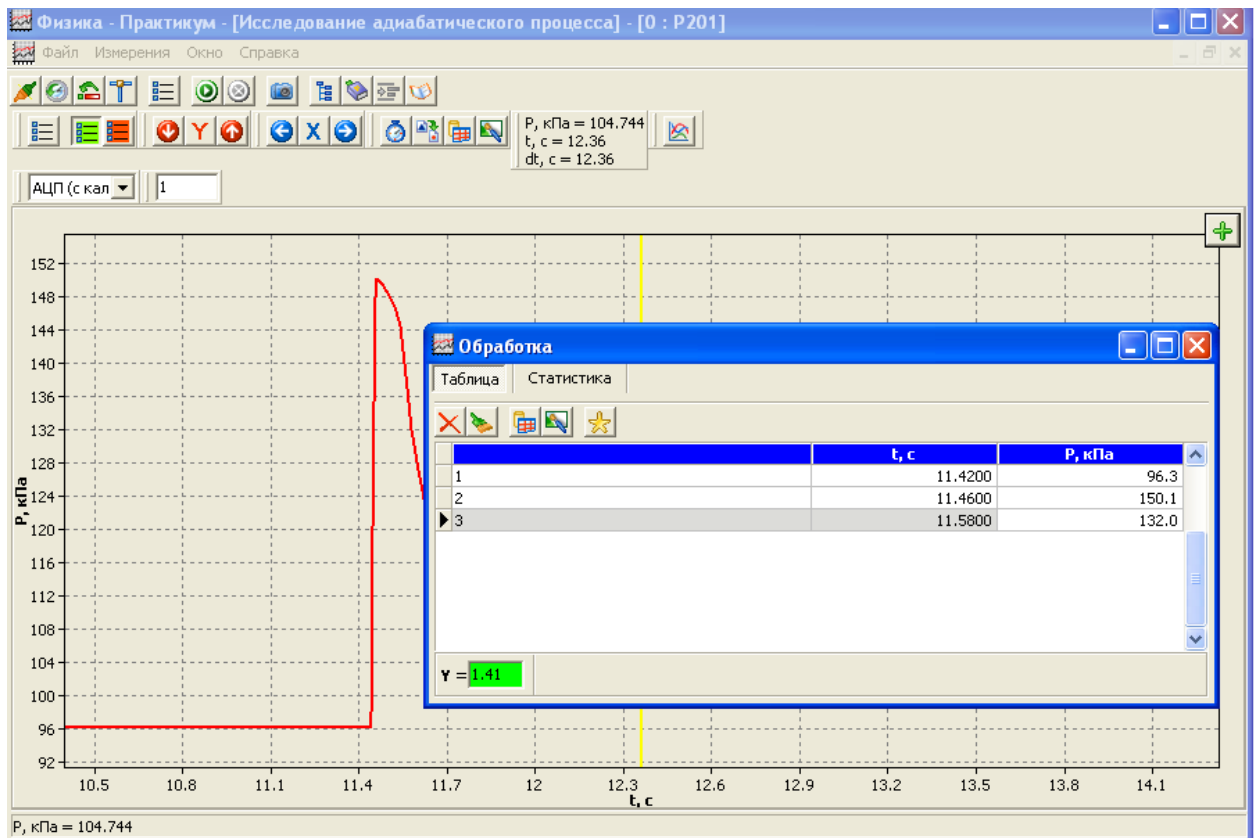

Рис.6
1. Перенесите нужные значения давления и моментов времени, в которые они зафиксированы на вкладку **Таблица** окна **Обработка данных** (рис. 6). Для этого желтый вертикальный маркер устанавливается в нужном месте кривой (указатель мыши подводится к нужной точке графика и нажимается левая кнопка мыши). Данные, соответствующие пересечению маркера с зарегистрированной кривой, переносятся в таблицу нажатием на кнопку **«Ввод данных в таблицу»** () , располагающейся в правом верхнем углу графика.
3. После заполнения всех трех строк на вкладке Таблица требуется вычислить значение γ на калькуляторе по формуле (3), округлить его до сотых и ввести в окно $\gamma = \square$ в нижней части вкладки Таблица (рис. 6).